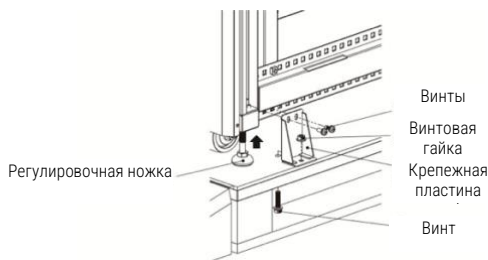

Рисунок 2-4
4. Снимите 4 крепежные пластины корпуса и ослабьте регулировочные ножки, повернув их против часовой стрелки. Затем сдвиньте шкаф с поддона. См. рисунок 2-4.